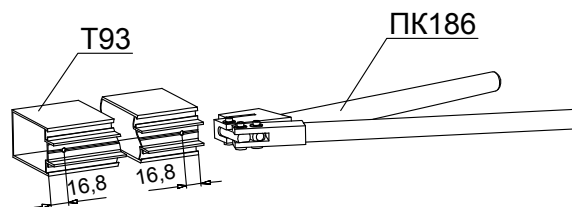

Рис. 13.2
13.5 Для точной установки ригеля, особенно на сухарях из профиля Т91, целесообразно воспользоваться ручным пробойником ПК186 (см. рис. 13.2). Отверстие Ø4 мм, пробитое на расстоянии 16,8 мм от торца, обеспечит за счет натяга беззазорное прилегание ригеля к стойке.